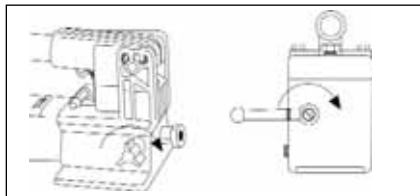

Abbildung 6
1. Schließen Sie das Ablassventil durch Drehen im Uhrzeigersinn, wie in Abbildung 6.